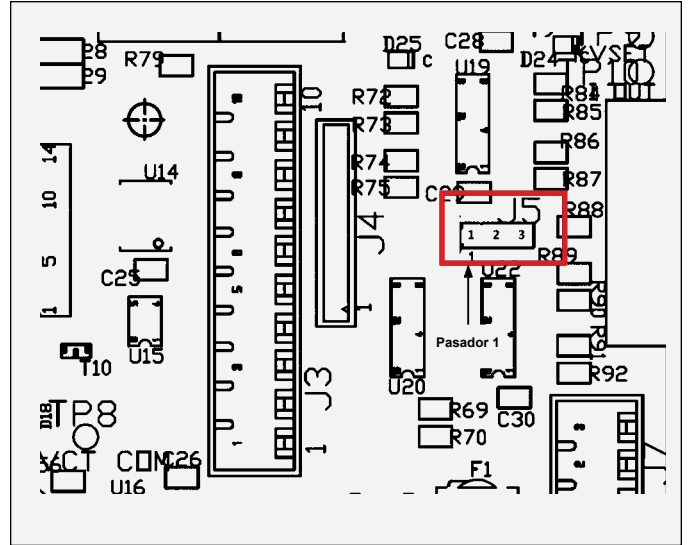

Figura 17: Ubicación del puente J5 del tablero del CI
7. Configure el puente (J5) de fuente/sumidero del tablero del CI principal para el resto de las señales de E/S digitales. La ubicación de este puente se muestra en la Figura 17. Configure el puente con los pasadores correctos para el tipo de entrada deseada según se define en la siguiente tabla.